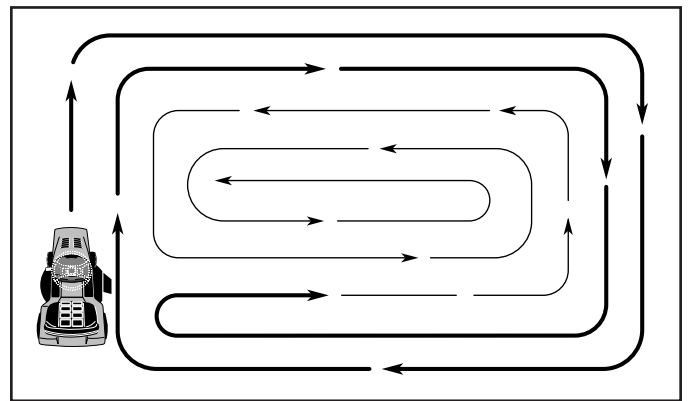

Fig. 24
- Pour tondre une grande surface, on vous conseille de commencer par tourner à droite, de façon à ce que l'herbe ne soit pas déversée sur les arbustes, les clôtures, les allées, etc. Après un ou deux tours, tondez en sens inverse en tournant à gauche jusqu'à ce que le travail soit achevé (Voir la Fig. 24).